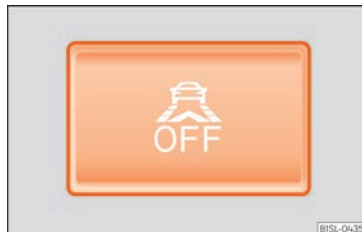

Fig. 171 A la part inferior de la consola central: tecla per a la funció d'assistència de frenada en ciutat.
La funció d'assistència de frenada en ciutat s'ha connectat mitjançant el botó  **OFF** » **fig. 171**. L'indicador de control s'apaga automàticament al cap de 5 segons.
Dins de l'àrea de funcionament de 5-30 km/h (3-19 mph): la funció d'assistència de frenada en ciutat s'ha desconnectat mitjançant el botó  **OFF** » **fig. 171**.
Connectar la funció d'assistència de frenada en ciutat mitjançant el botó  **OFF** » **fig. 171**.
- Premeu la tecla »» fig. 171 a la consola central.